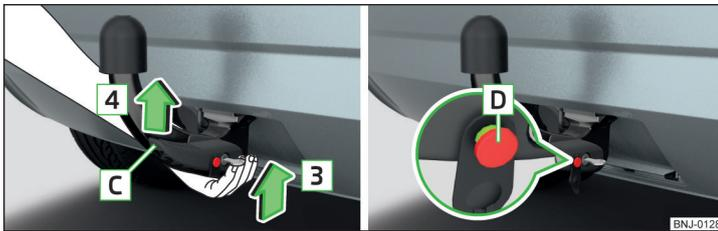

Fig. 155 Colocar o gancho de reboque / pino de disparo em estado estendido
- Agarre o gancho de reboque **pele lado de baixo** » Fig. 155 e introduza-o na cavidade de encaixe em sentido da seta **3** até engatar audivelmente » **!**